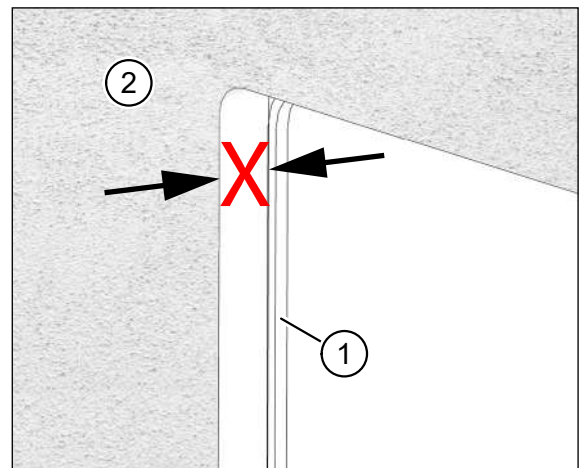

Abb. 33: Putz steht über Putzrahmen über
- Der Putz (Pos. 2 in Abb. 33) steht über den Putzrahmen (Pos. 1 in Abb. 33) über.